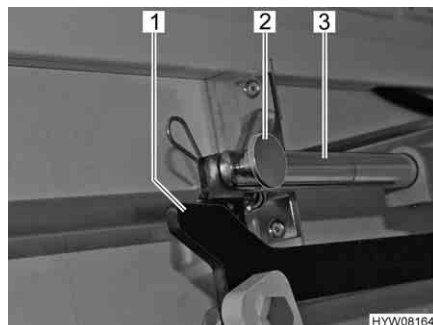

Fig. 93 Azionamento
- Rimuovere il collegamento (p. es. copiglia e bullone) (Fig. 93,2) tra la biella (Fig. 93,3) e la leva (Fig. 93,1).